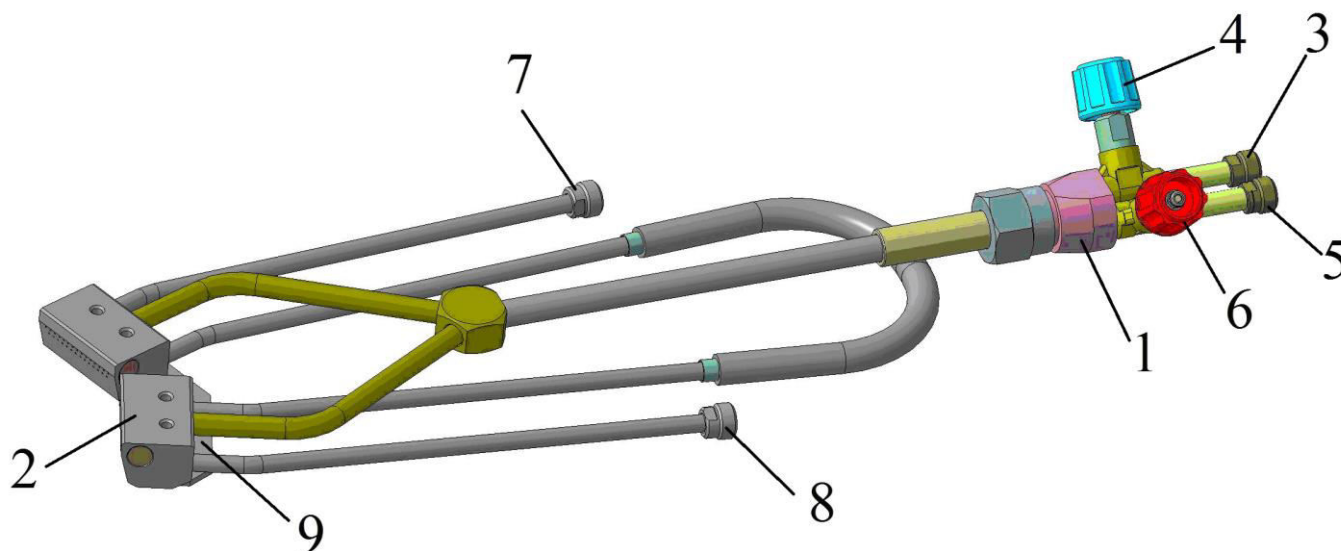

Рис.1. Горелка ГП-3з Угол-140
4.1 Горелка (рис.1) состоит из ствола 1 и газопламенного наконечника 2 присоединенного с помощью накидной гайки. Наконечник включает в себя трубку, смеситель со съемным инжектором, разветвитель с двумя мундштуками. Мундштуки имеют систему газопламенных сопел и встроенную водяную рубашку охлаждения.